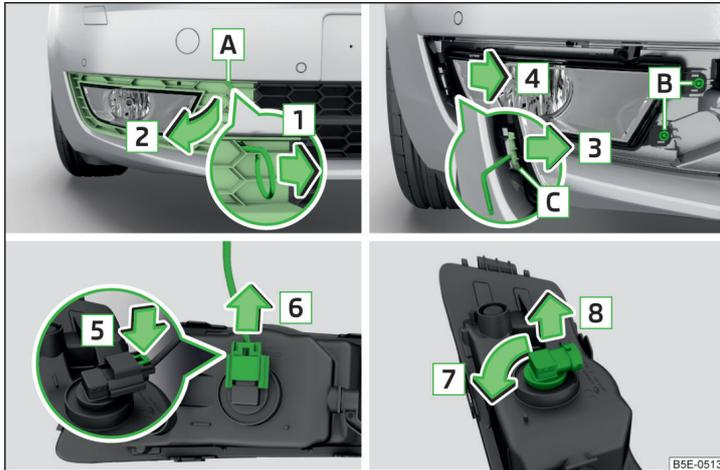

Abb. 223 Nebelscheinwerfer ausbauen / Glühlampe wechseln - Variante 1
- ▶ In die Öffnung **A** » Abb. 223 den Bügel zum Abziehen der Radvollblenden » Seite 218, Bordwerkzeug einführen.
- ▶ Den Nebelscheinwerfer entgegen der Pfeilrichtung **4** » Abb. 223 einsetzen und festschrauben.